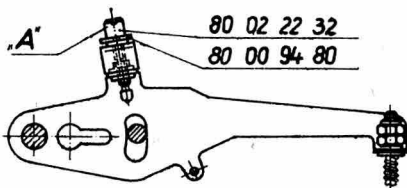

Fig. 10
- La longueur de point des bordures de boutonnière sera ajustée sur le point d'ajustage "A" (Fig. 10).